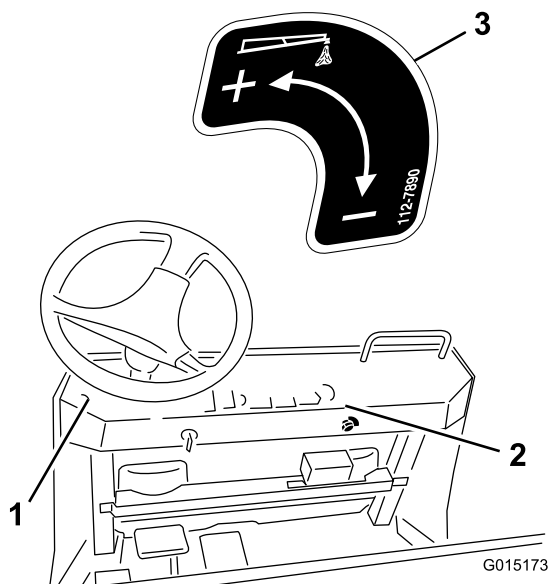

Figura 21
10. Instale os autocolantes como se mostra em Figura 21.